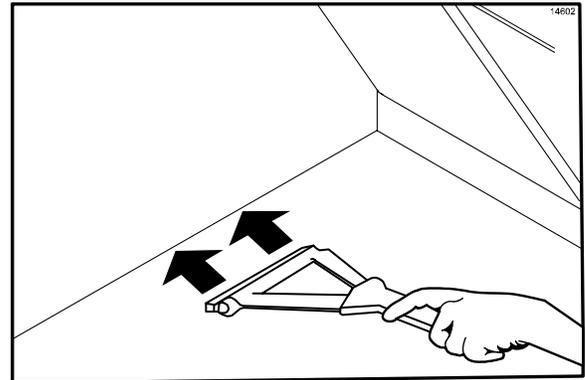

Figura 85
11. Use el escurridor para parrillas para empujar los residuos de grasa a las bandejas para grasa. (Vea la figura 85.)